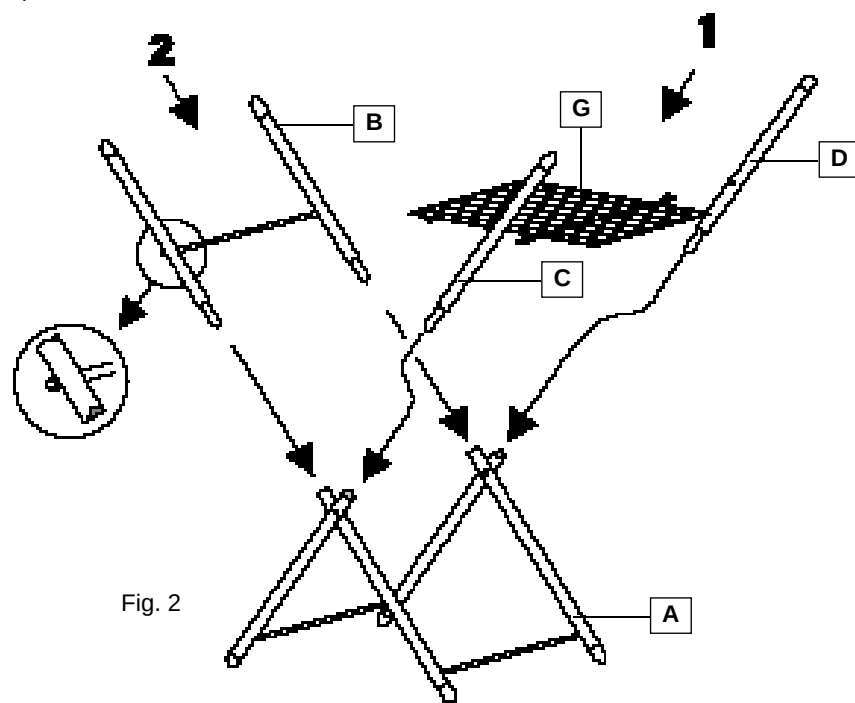

Fig. 2
- 3) Colocar o braço externo B nas respectivas sedes das pernas do cavalete A prestando atenção que a travessa de união seja colocada como mostra a fig. 2.